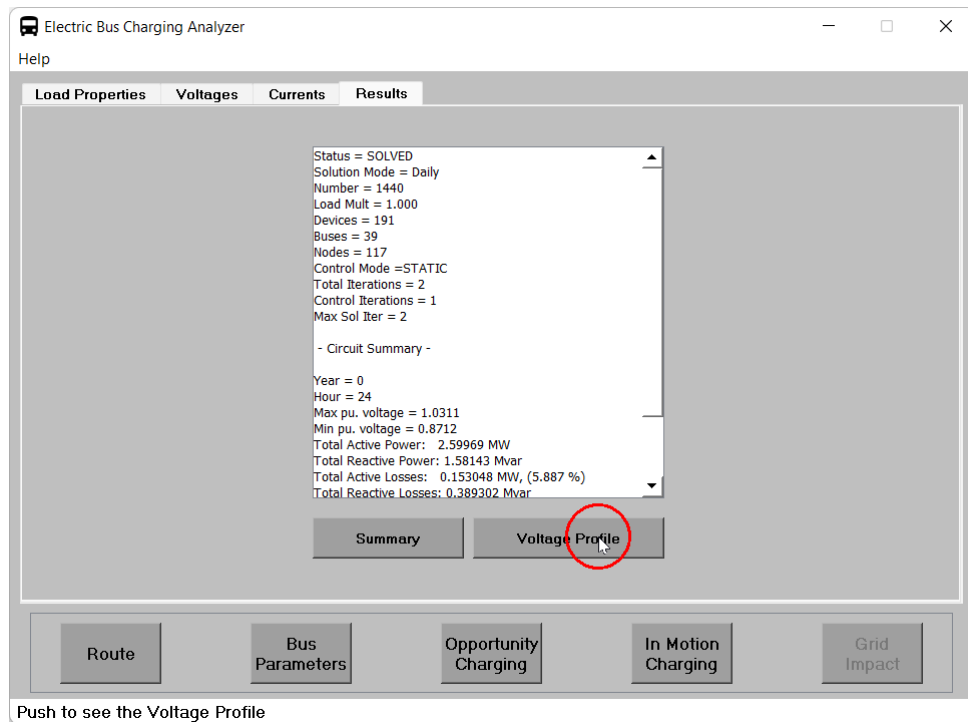
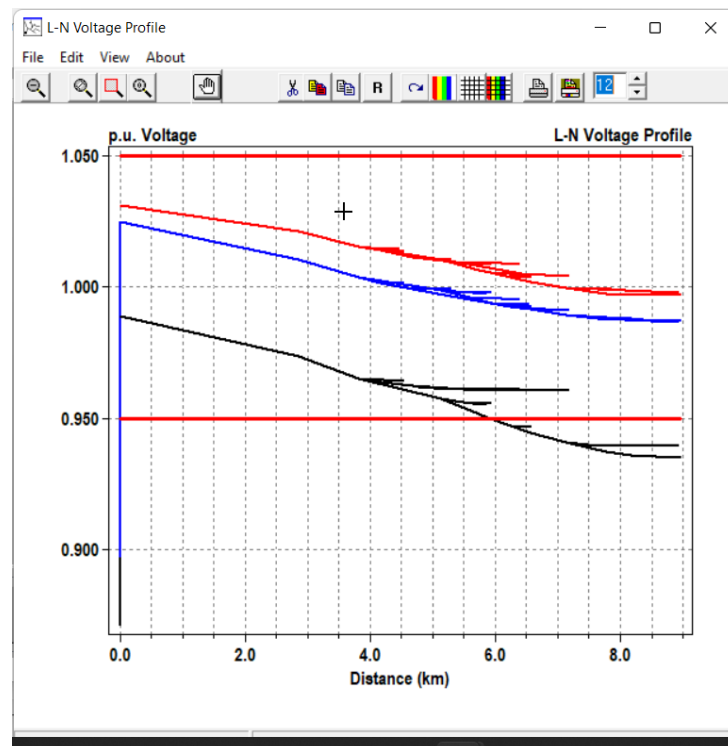

Figura 65: Perfiles de tensión.
Figura 66: Ventana de perfiles de tensión.
17. Ahora, presionar el botón **Voltage Profile** como se muestra en la figura 65 el cual generará la ventana emergente mostrada en la figura 66.